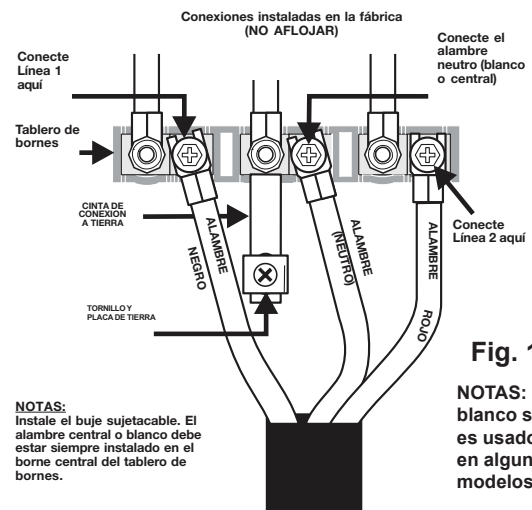

Fig. 13
5B. CONEXIONES DEL CORDON DE ALIMENTACION (Instrucciones para conexión trifilar para instalaciones existentes SOLAMENTE - Consulte la Fig. 13)
2. Inserte los conectores de extremo para la Línea 1, Línea 2 y Neutro y apriete firmemente en el tablero de bornes (Vea Fig. 13).
Esta estufa tiene instalada una cinta de conexión a tierra que conecta el borne central del tablero de bornes (neutro) al chasis de la estufa. La cinta de conexión a tierra está conectada a la estufa mediante el tornillo central más inferior (Ver Fig. 13). La cinta de conexión de tierra no debe retirarse a menos que el código nacional, estatal o local no permitan el uso de una cinta de conexión a tierra. **NOTA:** Si por cualquier motivo se retira la cinta de conexión a tierra, se debe conectar un alambre de tierra separado al tornillo de tierra instalado en el chasis de la estufa y a una tierra adecuada.